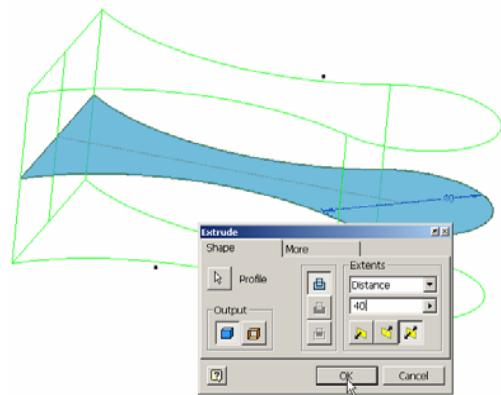

Figura 2.14.3
- din lista **Extents** - opțiunea **Distance** - distanța de extrudare 40, figura 2.14.3;